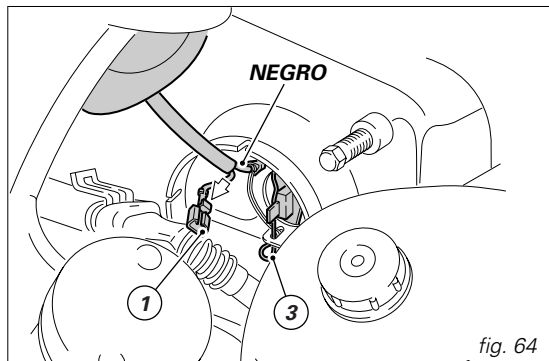

fig. 64
Quitar el borne (1, fig. 64) de la lámpara presionando el pulsador de desenganche rápido inferior.
Para sustituir las bombillas del faro no es necesario desmontar del cuerpo faro la mordaza del cable negro de masa. Desenganchar la tenacilla (3) que sujeta la lámpara y desmontarla de su soporte (fig. 64 y 65). Sustituir la bombilla